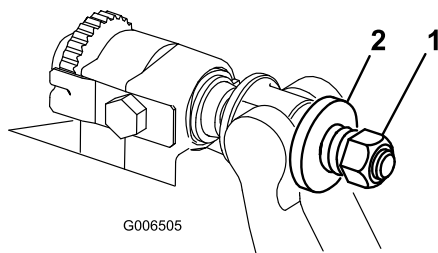

Figura 32
4. Apriete las contratuercas uniformemente en cada lado hasta que no pueda girar las arandelas de acero exteriores a mano. Luego afloje las contratuercas hasta que apenas pueda girar las arandelas de acero exteriores a mano, y al mismo tiempo que no haya holgura en la barra de asiento (Figura 32).
10. Apriete la tuerca de cada ajustador de la barra de asiento hasta que el muelle de compresión esté comprimido del todo, luego afloje la tuerca 1/2 vuelta (Figura 32).